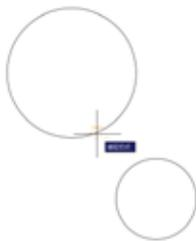
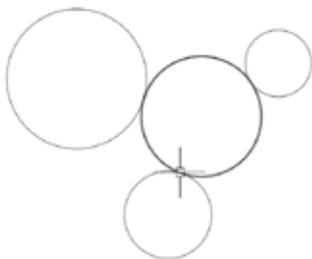

图 2-60
图 2-62
(6) 相切、相切、相切 \odot ：该模式通过指定与已经存在的圆弧或圆对象相切的 3 个切点来绘制圆。首先在第 1 个圆或圆弧上指定第 1 个切点，然后在第 2 个、第 3 个圆或圆弧上分别指定切点后，即可完成创建，如图 2-60 至图 2-62 所示。命令行的提示及相关操作说明如下。